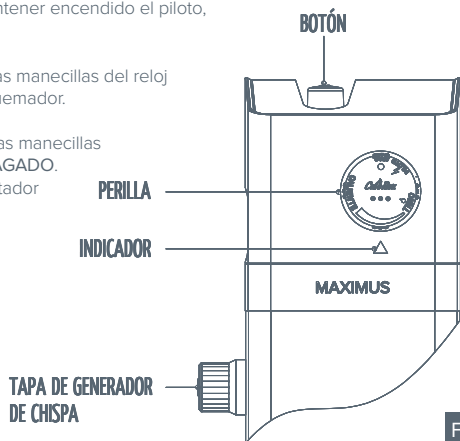

FIG. 3
1. Localice el módulo generador de chispa que se encuentra debajo del termostato (vea la Fig. 3).
1. Localice en el termostato la perilla (vea la Fig. 3) y gírela en sentido de las manecillas del reloj hasta que el indicador (que se ubica en la parte inferior de la perilla) coincida con la posición APAGADO y espere 5 minutos.